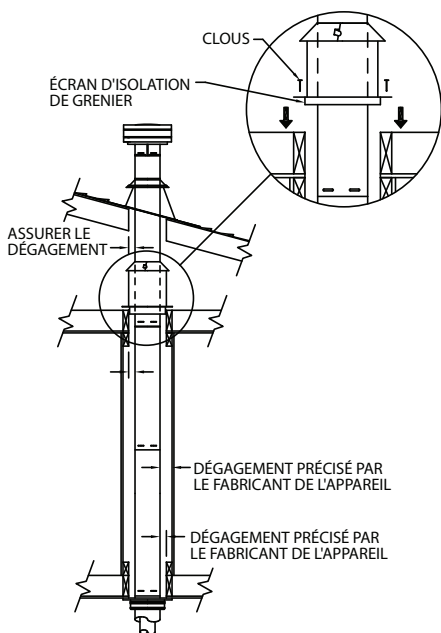

Figure 19
(1) Pour les installations verticales à plusieurs étages, un coupe-feu de plafond et exigé pour tous les étages (**Fig. 19**). Se reporter au **Tableau 1, page 8**. Découper et armer une ouverture carrée pour installer le coupe-feu du plafond.
(2) Si le conduit de ventilation traverse des zones occupées au-dessus du premier étage, y compris des placards et espaces de rangement, il doit être enchâssé. La châsse peut être charpentée et murée avec des matériaux de construction standard, mais les espacements requis aux matières combustibles doivent être maintenus.
(3) Si le système de ventilation passe par un espace de grenier, l'écran d'isolation de grenier ou une châsse doivent être installés pour empêcher tout contact entre les sections de tuyau et l'isolation ou d'autres débris. Pour l'écran d'isolation de grenier, clouer la base au plancher de grenier et ajuster l'écran à un niveau d'isolation approprié, puis fixer le collet au-dessus de l'ensemble (**Fig. 19**).